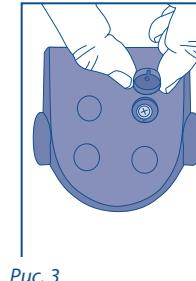

Рис. 3
5. Установите пластиковые заглушки. При установке заглушки необходимо соблюдать соответствие цифр на дне заглушки и в углублении крышки фильтра (рис. 3).